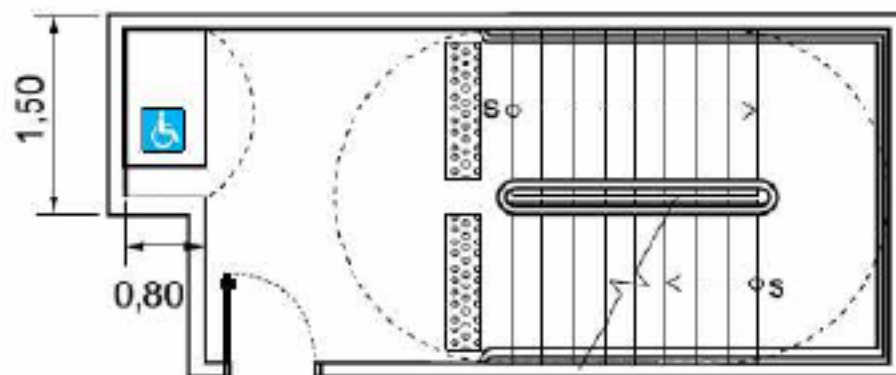

**Figura 5:** Sinalização do espaço para pessoas em cadeiras de rodas
f) possuir o espaço reservado para o posicionamento de pessoas em cadeiras de rodas sinalizado conforme figura 5.